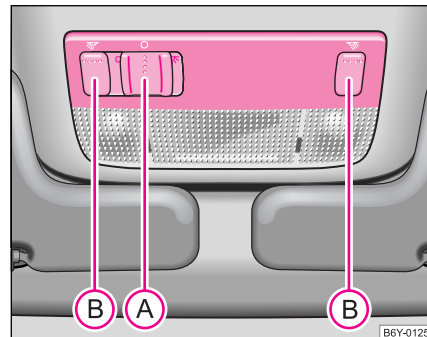

Fig. 37 Detalle del revestimiento interior del techo: luces del habitáculo delanteras
- Presione el conmutador **A** hacia la derecha a la posición ⇒ fig. 37.
- Pulse uno de los conmutadores **(B)** ⇒ página 63, fig. 37 para conectar y desconectar la lamparita de lectura izquierda o derecha.